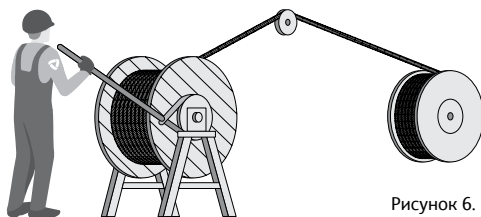

Рисунок 6.
- Намотка каната на барабан лебедки должна производиться на малой скорости, с обеспечением натяжения каната при помощи тормозного устройства на транспортном барабане (рис. 6). Поддержание натяжения каната обеспечивает его правильную намотку. Слабина или неравномерность намотки каната приводят к чрезмерному износу, раздавливанию и деформации каната.